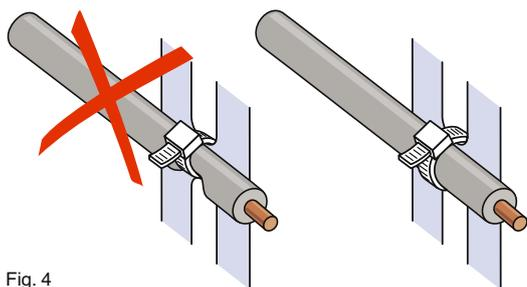

Fig. 4
■ Eviter tout risque d'écrasement (**fig. 4**) : la pose des colliers de fixation doit se faire à la main et un léger coulisement des câbles doit être possible après fixation.